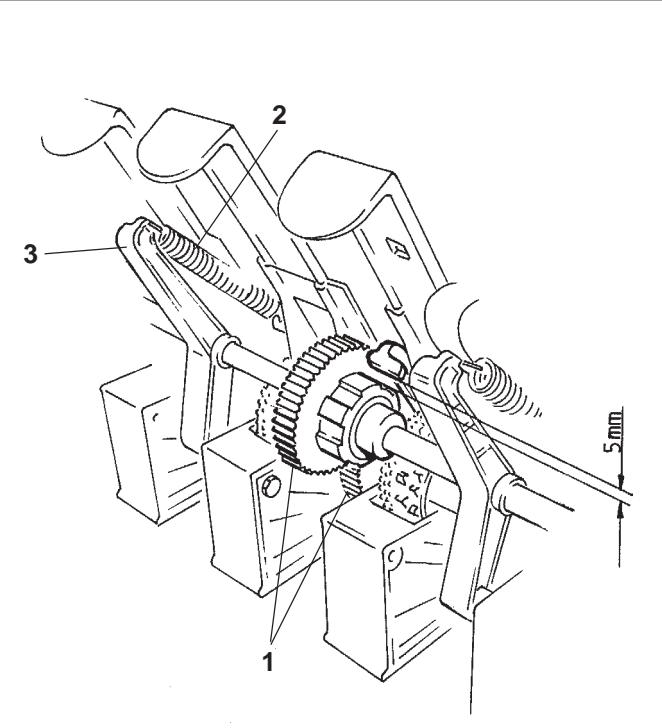

Рис. 13.18
- Шестерни (Рис. 13.18/1) промежуточного вала и валика высевающего аппарата также приведите в действие.
- Навесьте пружины (Рис. 13.18/2) на поворотные кронштейны (Рис. 13.18/3).